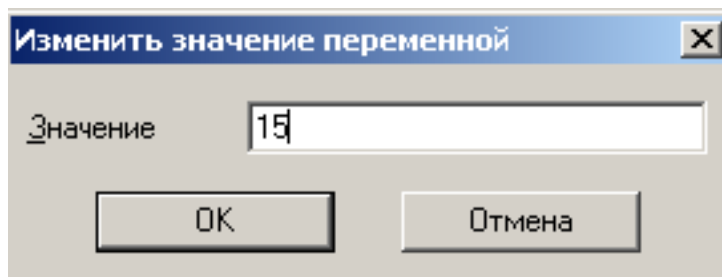

Рисунок 4.14 – Зміна значення змінної
10. Щигликом на кнопці **Изменить** задайте нове значення змінної **a**, встановивши його рівним 15 мм. Після щиглика на кнопці **OK** фантом змінить відповідний діаметр (рис. 4.14).